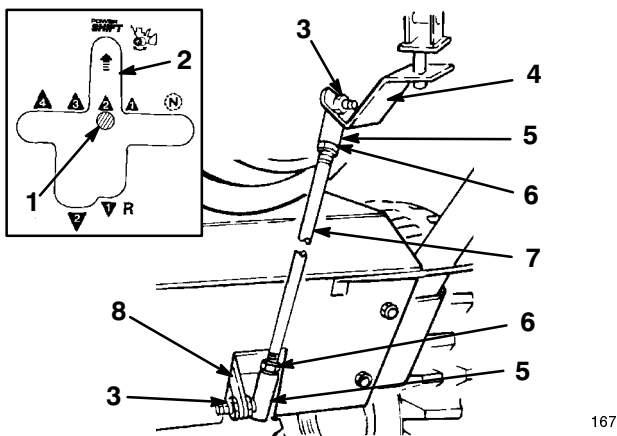

Figure 6
1. Introduisez le goujon de la rotule supérieure à l'avant du support de vitesse et fixez-le en position avec un contre-écrou (Fig. 6).
2. Introduisez le goujon de la rotule inférieure du côté droit du levier de transmission et fixez-le en position avec un contre-écrou (Fig. 6).
Remarque : Si ce n'est pas le cas (voir Fig. 6), ajustez la longueur de la tige de changement de vitesse comme suit :
4. Désaccouplez la rotule du levier de transmission et desserrez l'écrou de blocage (Fig. 6).
5. Tournez la rotule en haut ou en bas jusqu'à ce que le levier de changement de vitesse se trouve en face de la fente de Power Shift (Fig. 6).
6. Accouplez la rotule au levier de transmission et serrez l'écrou de blocage (Fig. 6).